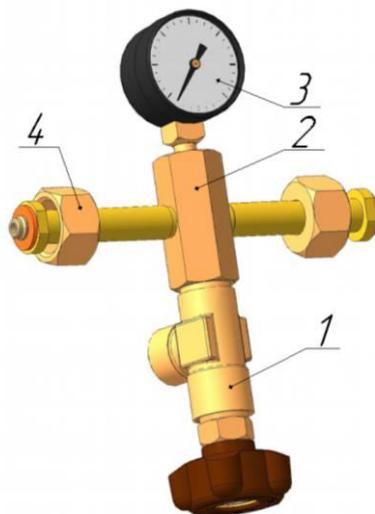

Рис. 1. Устройство заправочное кислородное со сбросным клапаном.
4.1 Устройство заправочное (рис.1) состоит из запорного клапана 1, заправочного узла 2 к с установленными манометром 3 для контроля давления и двух штуцеров с накидными гайками 4 для соединения баллонов.